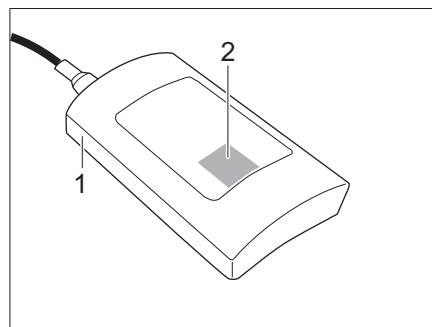

Bild 101 Steuerbox
- QR Code (Bild 101,2) auf der Steuerbox (Bild 101,1) scannen.
- ▷ Die Steuerbox (Bild 101,1) befindet sich zugänglich im Bug des Fahrzeugs.